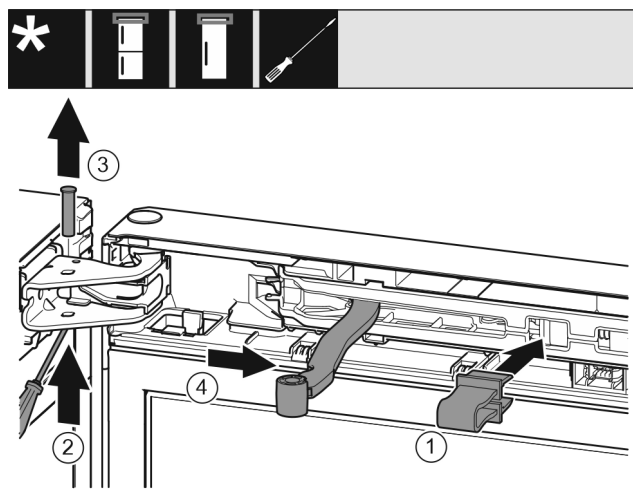

Fig. 9
- Innestare la protezione nell'apertura. *Fig. 9 (1)*
- Spingere verso l'esterno il perno con un cacciavite. *Fig. 9 (2)*
- Estrarre il perno verso l'alto. *Fig. 9 (3)*
- Ruotare il giunto articolato in direzione della porta. *Fig. 9 (4)*